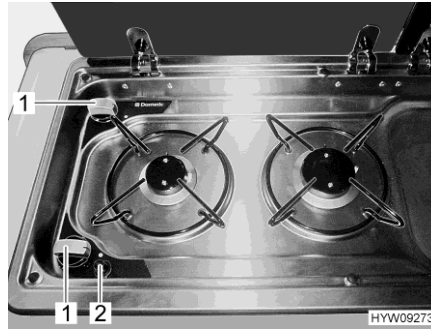

Bild 88 Gasspis
- Vrid vridregulatorn (Bild 88,1) till önskad låga till tändningsläge (stor låga).
- Tryck på tryckknappen (Bild 88,2). På brännaren skapas en gnista. Tryck på tryckknappen flera gånger om det behövs.